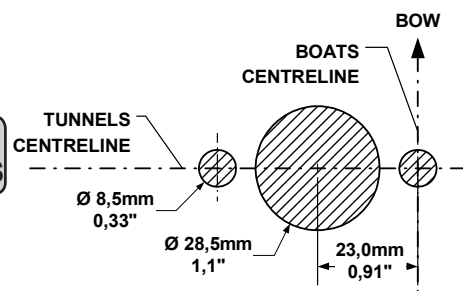

Fig. 5
8. Use the enclosed template to measure that the driveshaft has come through the motorbracket with the correct height (Fig. 5).
8. Bruk den inkluderte distansebrikken for å sjekke at drivakselen stikker opp av braketen i riktig høyde (Fig. 5).